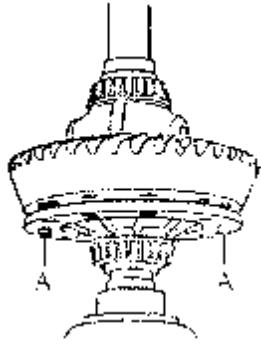

图 7-190 装入已加热的冠状齿轮
(9) 将冠状齿轮加热至约 100°C , 将冠状齿轮安装在差速器壳体的中心销 A (自行制作) 上, 装入已加热的冠状齿轮, 如图 7-190 所示。